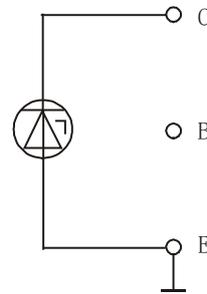
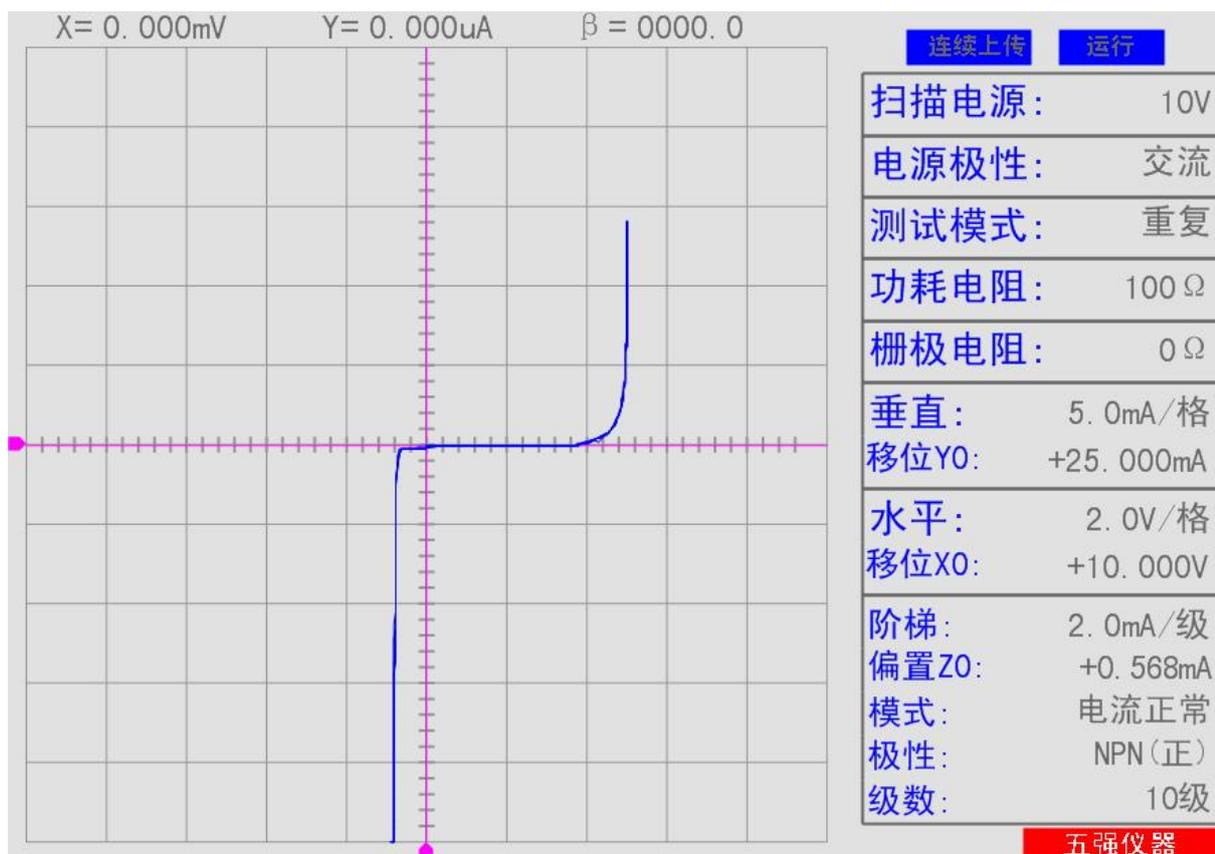

图 30
图 31：某 5.1V 稳压二极管的正、反向特性曲线及设置参数档位
6.8 某 5.1V 稳压二极管的正、反向特性，连接见图 30，特性曲线见图 31